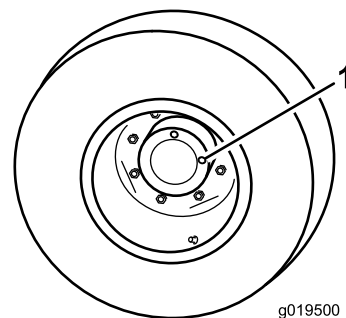

Bild 38
1. Wenn die Maschine auf einer ebenen Fläche steht, positionieren Sie das Rad so, dass eine Prüfschraube (Bild 38) auf 12 Uhr und die andere auf 3 Uhr steht.
1. Prüf-, Ablassschraube (2)
2. Entfernen Sie die Schraube, die auf 3 Uhr steht (Bild 38). Der Ölstand sollte an der Unterkante des Prüfschraubenlochs liegen.